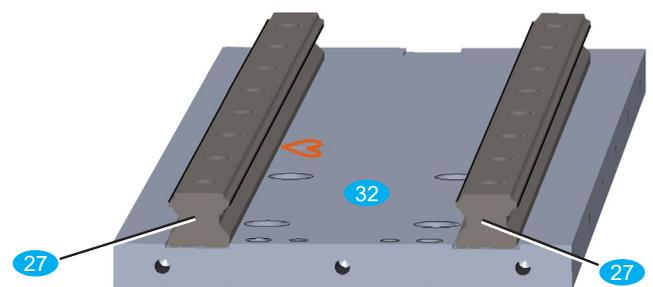

Bild 38: Führungsschienen Z-Achse
- Linke Linearführung **27** bündig an der Unterkante der Platte Z-Achse **32** ausrichten und mit Zylinderschrauben M5x20 **CB** verschrauben; dabei muss die Kante (rote Kennzeichnung in Bild 38) der Linearführung auf ganzer Länge an der gefrästen Anschlagkante der Platte Z-Achse anliegen. Anzugsmoment: 6 Nm